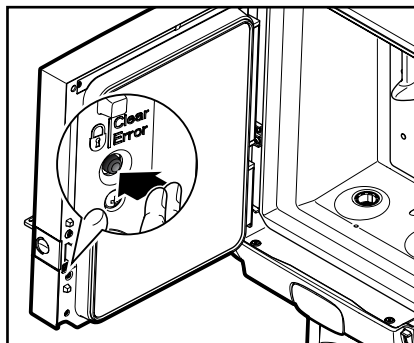

Fig. 22
2. Tryk på kontakten LÅS/Clear-Error for at blokere drikkeaftapningen (fig. 22).
3. Tryk på LÅS/Clear-Error-kontakten for at aktivere drikkeaftapningen igen (fig. 22).